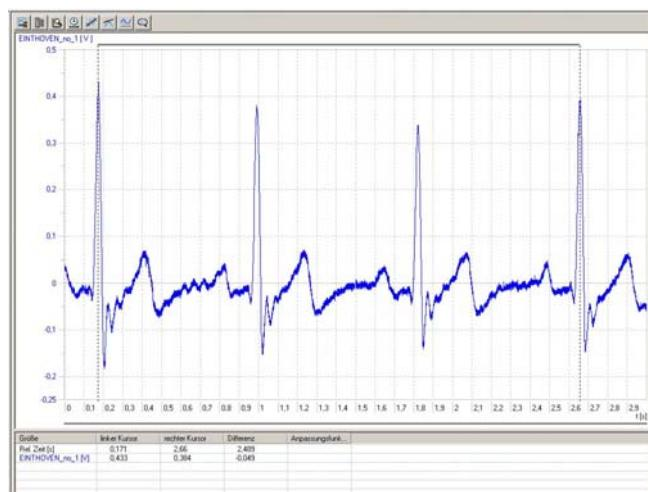

Fig. 2 Representação na tela da medição do ECG em descanso sobre a derivação padrão I segundo EINTHOVEN no 3B NETlab™ (U11310)
- Iniciar a utilidade e desenhar a curva de medição pré-selecionada do ECG (Aqui: ECG em descanso da derivação I segundo EINTHOVEN) (Fig. 2).